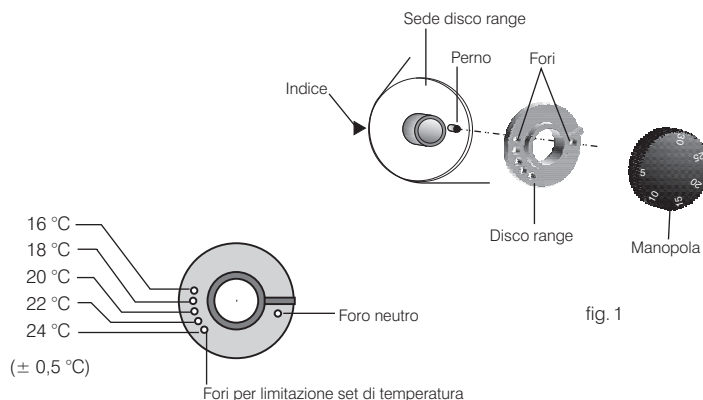

fig. 1
- Estrarre il "disco range", quindi reinserirlo facendo corrispondere il foro relativo alla temperatura massima desiderata con il perno situato sul termostato (fig. 1).